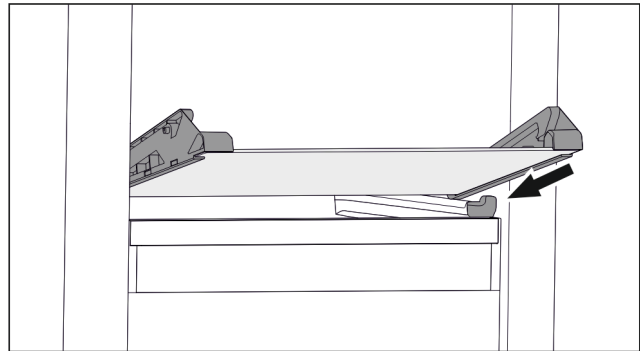

Fig. 71 Скляна пластина відкидного висувного ящика
- ▶ Встановити скляну пластину за стопорами навкоси. (див. Fig. 71)